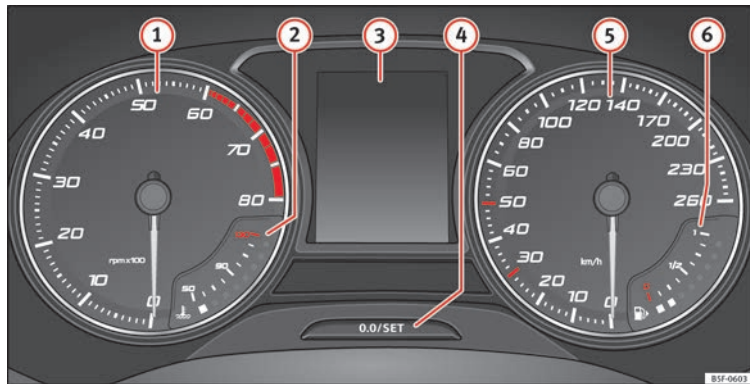

Fig. 120 Cuadro de instrumentos en el tablero de instrumentos.
» **fig. 120:**
El cuentarrevoluciones muestra el régimen de revoluciones del motor por minuto » fig. 120 ①.
La aguja del cuentarrevoluciones ① » fig. 120 sólo deberá alcanzar la zona roja durante un breve período de tiempo, de lo contrario corre el peligro de sufrir daños en el motor.
Al conectar el encendido, en la pantalla del cuadro de instrumentos » fig. 120 ③ puede
- Pulse brevemente el botón »» **fig. 120** ④ para restablecer el cuentakilómetros parcial a 0.
- Mantenga pulsado el botón ④ durante unos 3 segundos y se visualizará el valor anterior.
- Para ajustar la hora, mantenga pulsado el botón »» **fig. 120** ④ durante más de 3 segundos para seleccionar el indicador de horas o bien de minutos.
- Para proseguir el ajuste, pulse la parte superior o inferior del botón ④. Para que los números se sucedan con rapidez, mantenga la tecla pulsada.
- Pulse nuevamente el botón ④ para finalizar el ajuste de la hora.
Mantenga pulsado el botón » » » fig. 120 ④ durante más de 15 segundos para visualizar las letras distintivas del motor (MKB) del vehículo. Para ello, el encendido debe estar conectado y el motor apagado.